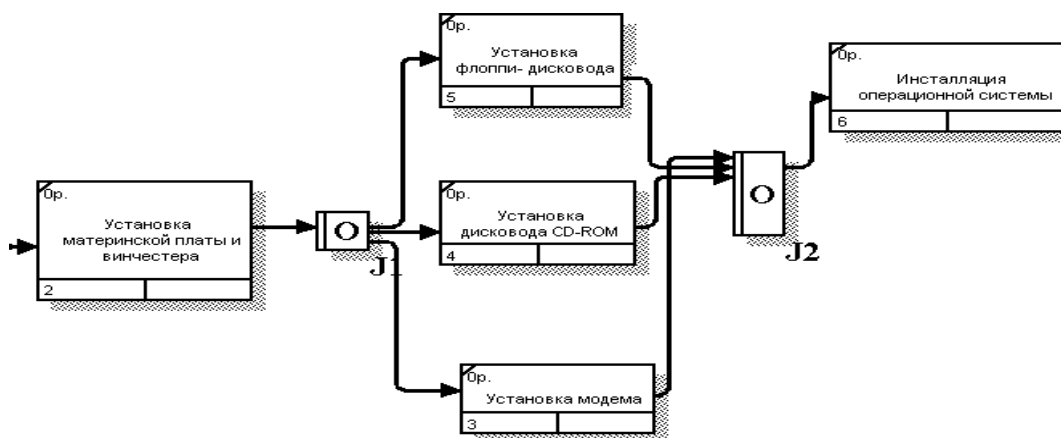

Рис. 4.5 - Диаграмма IDEF3 после создания перекрестков
4.6 С помощью кнопки Junction Tool на палитре инструментов внесите два перекрестка типа асинхронного "или" и свяжите работы с перекрестками, как показано на рис. 4.5.